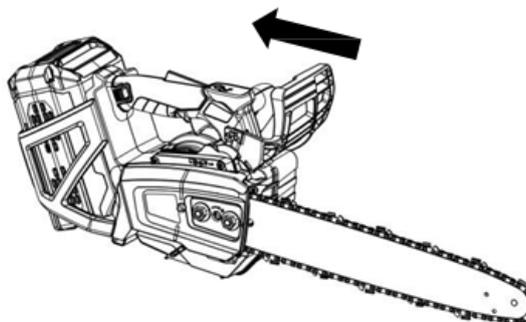

Fig 17
- Cuando el protector de mano se tira completamente hacia atrás, se suelta el freno de la cadena (Fig. 17).